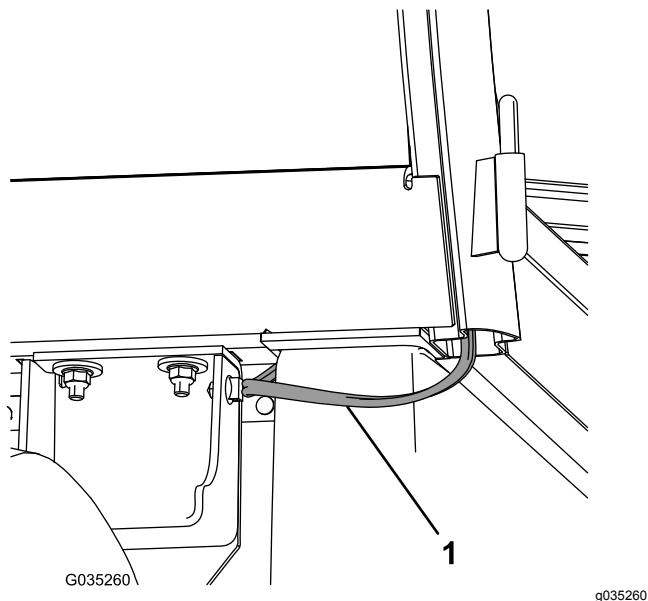

Figura 19
- Disponete il cablaggio preassemblato dietro la cabina e sotto il sedile e fissate il fermo sul cablaggio preassemblato al pannello laterale (Figura 19).